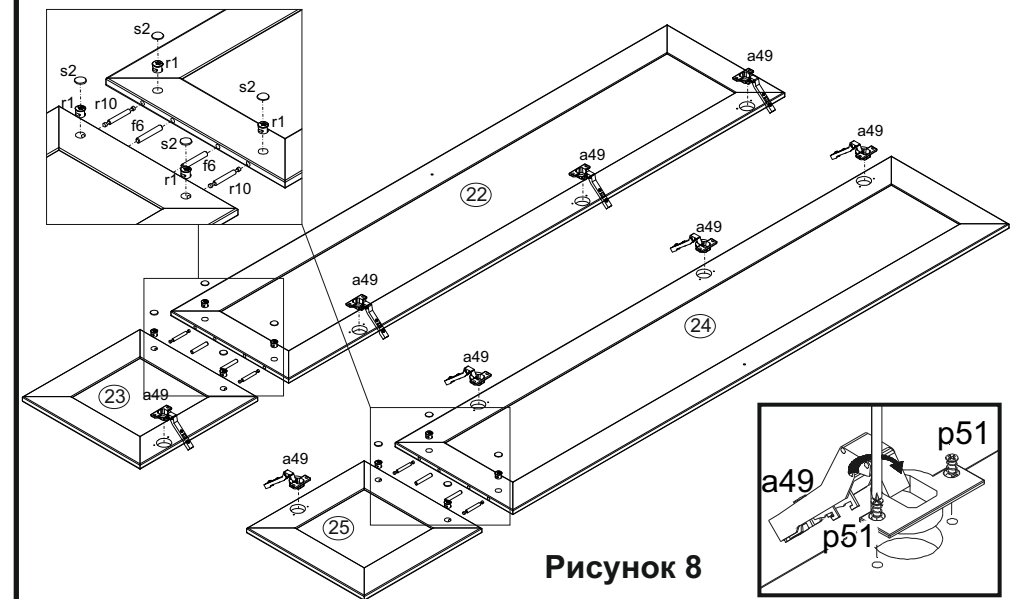

Рисунок 8
8. В отверстия $\varnothing 5$ мм на внутренней поверхности щита нижнего **6** вкрутить ограничители двери **d4** (см. рис. 8).
19. Соединить планки декоративные из МДФ **17, 18, 19** между собой с помощью уголков **n48** и шурупов **p46**, а затем закрепить на щите верхнем **5** шурупами **p8** (см. рис. 8).
20. Положить щиты дверей **22, 23** и **24, 25** фасадной поверхностью вниз на ровную поверхность. Соединить детали **22, 23** и **24, 25** с помощью шкантов **f6**, винтов стяжки **r10** и стяжками **r1** (стяжки **r1** закрыть заглушками **s2**). На дверях закрепить петли шарнирные **a49** шурупами **p51** (см. рис. 8).